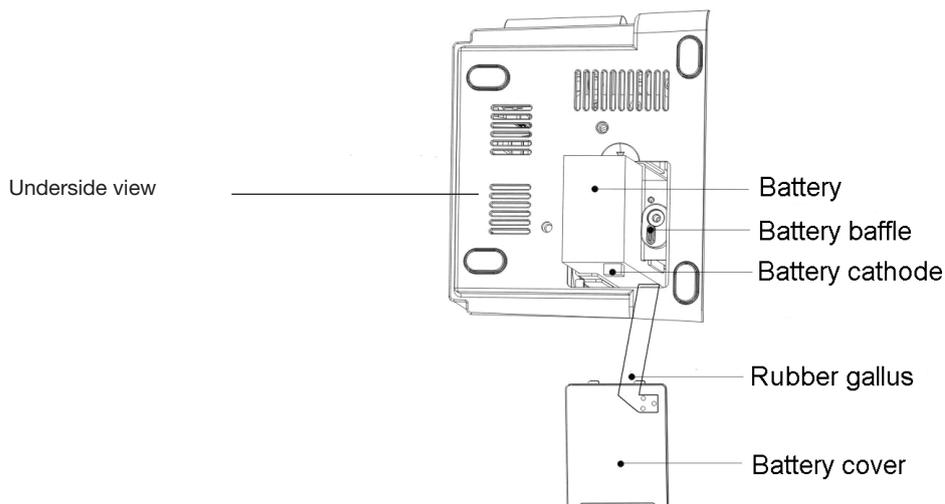

Figure 3.11 Installation de la batterie
2. Ouvrir le couvercle du compartiment batterie et placer la batterie dans la direction indiquée à la Fig. 3.11. Ne pas insérer la batterie avec les polarités inversées.